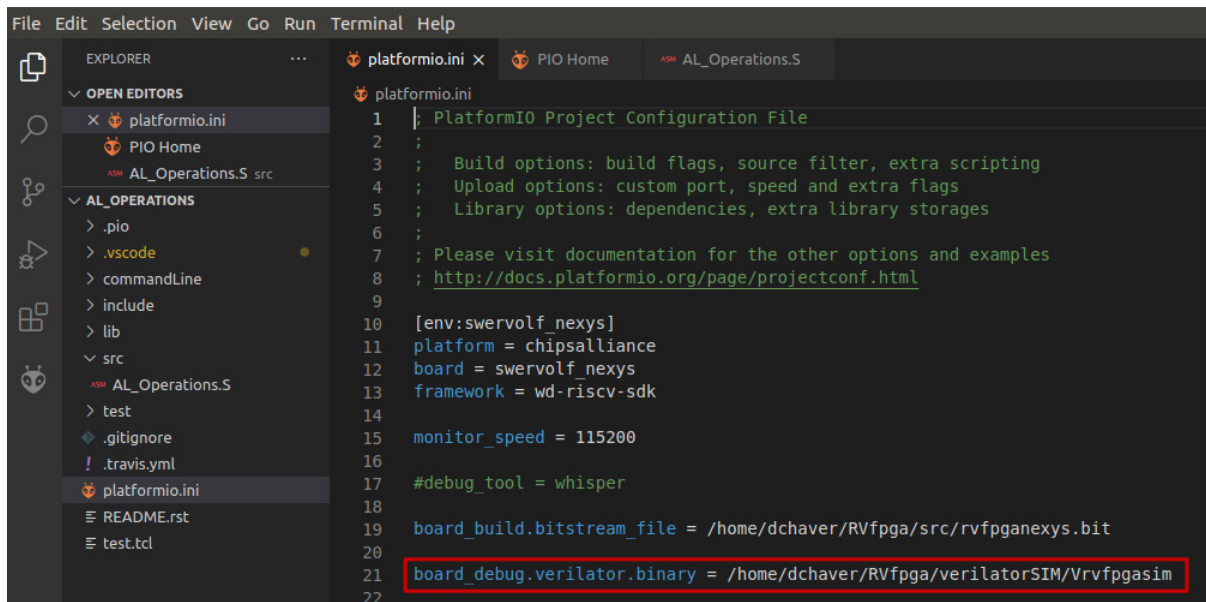

图82. PlatformIO初始化文件：platformio.ini
5. 打开文件 *platformio.ini*。通过编辑以下行建立到在第一步（*Vrvfpgasim*）中生成的RVfpgaSim仿真二进制文件的路径（参见图82）。